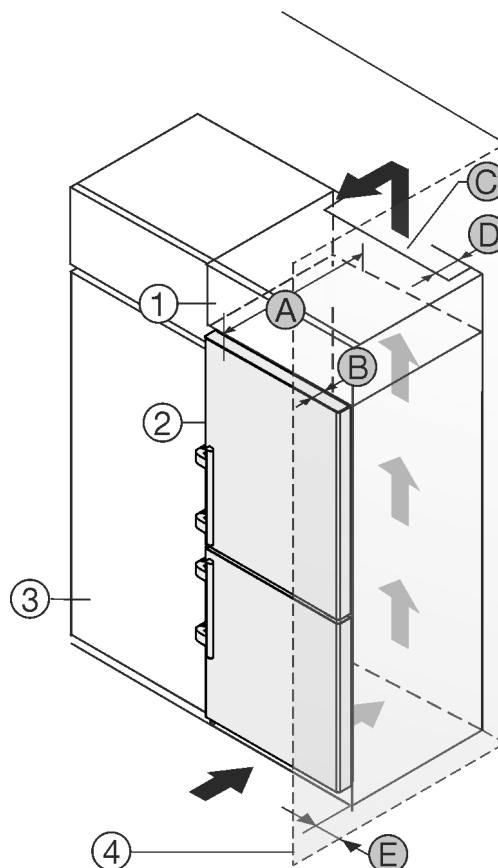

Fig. 2
- (1) Nastavná skříňka *
- (2) Přístroj *
- (3) Kuchyňská skříň *
- (4) Stěna *
- (5) Hloubka přístroje *
- (A) Hloubka přístroje *
- (B) Hloubka dvířek *
- (C) Ventilační průřez *
- (D) Vzdálenost zadní strany přístroje *
- (E) Vzdálenost ke straně přístroje *
Můžete přístroj nainstalovat přímo vedle kuchyňské skříňky Fig. 2 (3).*
Na zadní straně nastavné skříňky musí být větrací šachta hluboká Fig. 2 (D) přes celou šířku nastavné skříňky.*
Pod stropem místnosti musí být dodržen ventilační průřez Fig. 2 (C).*
Když přístroj instalujete závěsy vedle stěny Fig. 2 (4), musí být vzdálenost mezi přístrojem a stěnou minimálně 57 mm. To odpovídá přesahu madla při otevřených dveřích.*
Aby bylo možné dvířka plně otevřít, musí přístroj přesahovat o hloubku dvířek Fig. 2 (B) vůči přední linii kuchyňské skříňky. V závislosti na hloubce kuchyňských skříněk Fig. 2 (3) a použití vymezovačů odstupu od stěny může přístroj vyčnívat dále.*